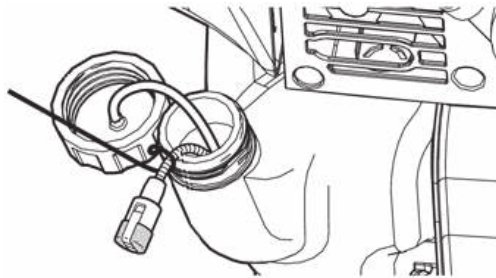

Рис. 10
7.3. Обслуживание топливного фильтра (Рис. 10)